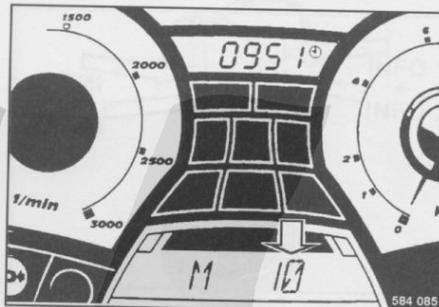

fig. 73
- Avec la touche F3, sélectionner le champ suivant "Mois" (fig. 73) et régler le mois au moyen des touches F2 ou F4 (fig. 69).